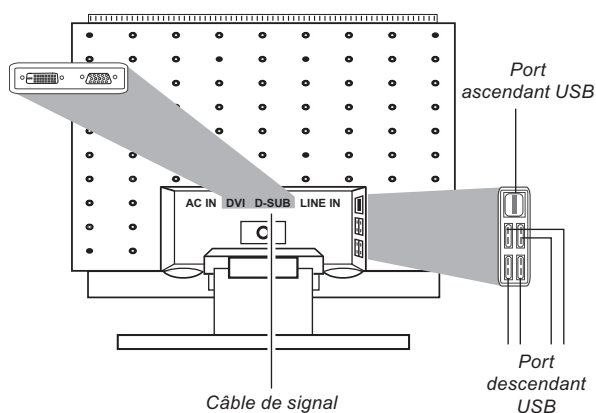
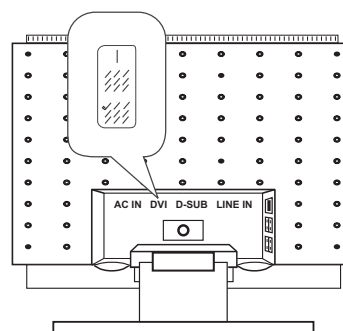

Figure 2a. Raccordement du moniteur au PC
Figure 2b. Connexion via l'interface DVI-D
2. Connectez le câble d'interface à 15 broches au moniteur et au PC (voir figure 2a).
3. Le moniteur est équipé d'un connecteur DVI-D. Si vous utilisez une carte graphique dotée d'un connecteur DVI-D numérique (connecteur à 24 broches), connectez une extrémité du câble DVI-D (en option) au moniteur (voir fig. 2b) et l'autre extrémité au PC.
Le moniteur est doté de cinq ports USB : un en amont et quatre en aval (voir la figure 2a).
Input : Contrôle la sélection du signal d'entrée. Le moniteur vous permet d'établir les branchements suivants : carte graphique analogique via l'interface mini D-Sub à 15 broches (voir fig. 2a), carte graphique numérique via l'interface DVI-D à 24 broches (voir fig. 2b).